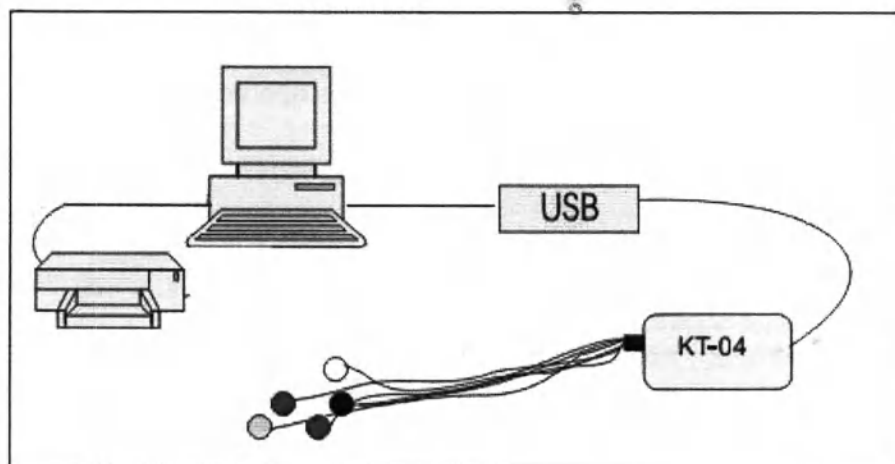

Рис.6-1
- 6.1 До начала работы необходимо соединить основные компоненты комплекса: персональный компьютер (ПК), принтер, USB-адаптер, регистратор и кабель с держателями для одноразовых электродов (Рис.6-1), соблюдая меры безопасности, изложенные в п.5, и правила расконсервации п.10